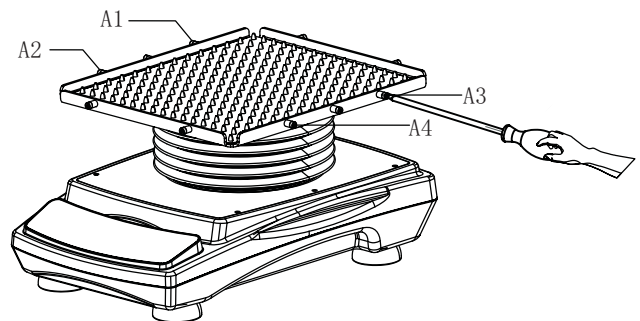

Abbildung 1
1. Entfernen Sie die Schraube des Gummistreifens in Positionen A1 bis A4, wie in Abb. 1 dargestellt.